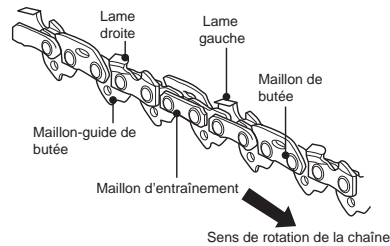

Fig. 45
2. La profondeur de coupe se définit par la différence de hauteur entre les dents et la rainure. Lors de l'affûtage de la chaîne [3], prenez note des points suivants (Fig. 45).